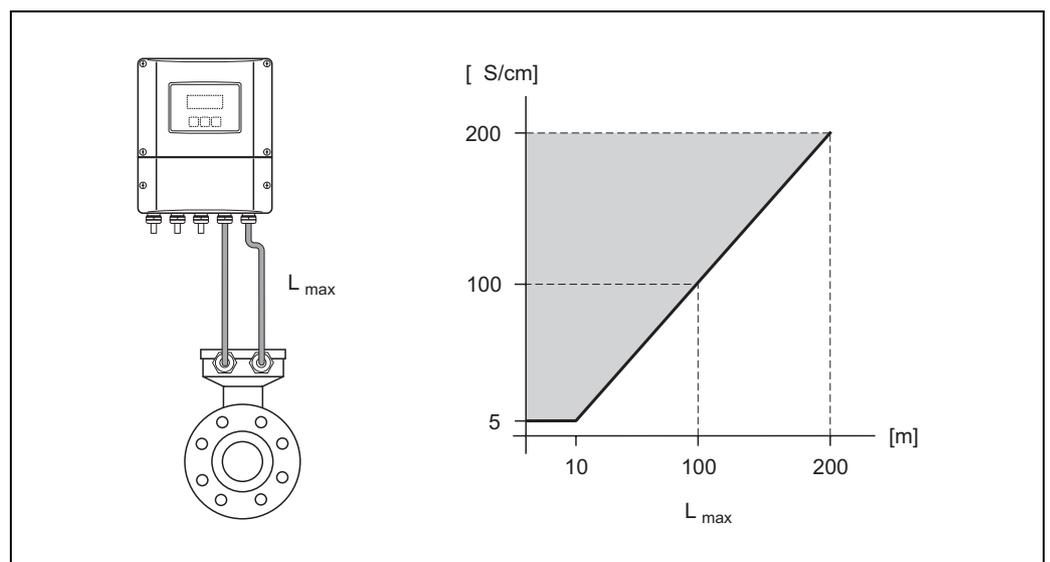

Fig. 17: Longitudes del cable permitidas para la versión remota
- La longitud máxima permitida,  $L_{m\acute{a}x}$ , depende de la conductividad del líquido (Fig. 17). El equipo requiere una conductividad mínima de  $20 \mu\text{S/cm}$  para poder medir agua desmineralizada.